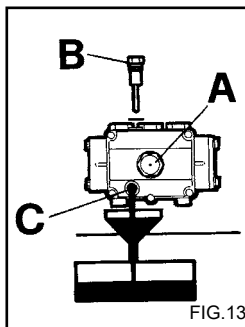

FIG. 13
2) Dévisser le bouchon de la tige de contrôle de niveau (fig. 13).